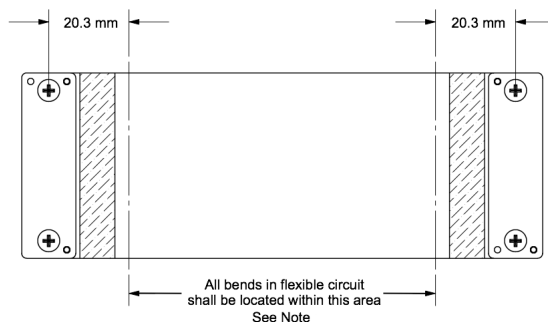

図 5-7. フレックス・ケーブルの図
- ケーブルを、図 5-7 に記載されている部分の外側 (コネクタ・プレートの中央から 20.3mm 以内の部分) で曲げる。